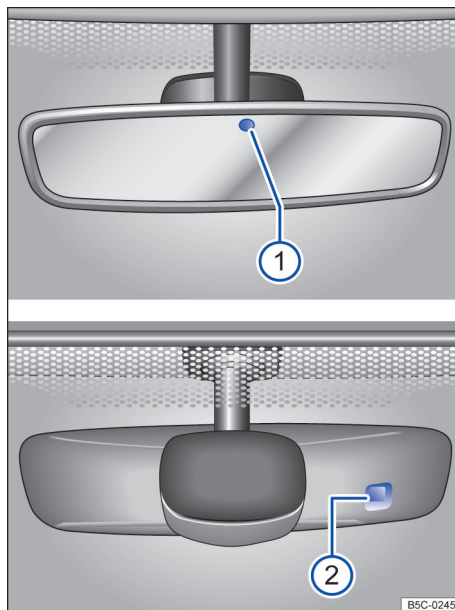

Fig. 70 En el parabrisas: espejo retrovisor interior antideslumbrante automático.
Las posibles causas de averías e interpretaciones erróneas en la zona de la superficie sensible → fig. 70 del sensor de lluvia son, entre otras:
Cuando se conecta el encendido, los sensores miden la incidencia de luz. Hay 2 sensores en el espejo retrovisor interior, uno que mide la incidencia de luz por *delante* → fig. 70 ① y otro que mide la incidencia de luz por *detrás* ②. En función de los valores medidos, el espejo retrovisor interior se oscurece automáticamente.